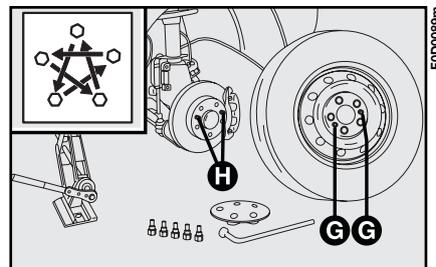

fig. 7
**7)** Monter la roue de secours en prenant soin de faire coïncider les roues **G**-fig. 7 avec les pions correspondants **H**. Lors du montage de la roue de secours assurez-vous que les surfaces d'appui de cette dernière sont propres et sans impuretés pouvant provoquer par la suite le desserrage des boulons de fixation.
**10)** Serrer à fond les boulons de façon uniforme en passant de l'un à l'autre par passes croisées, en suivant l'ordre indiqué sur la **fig. 7**.